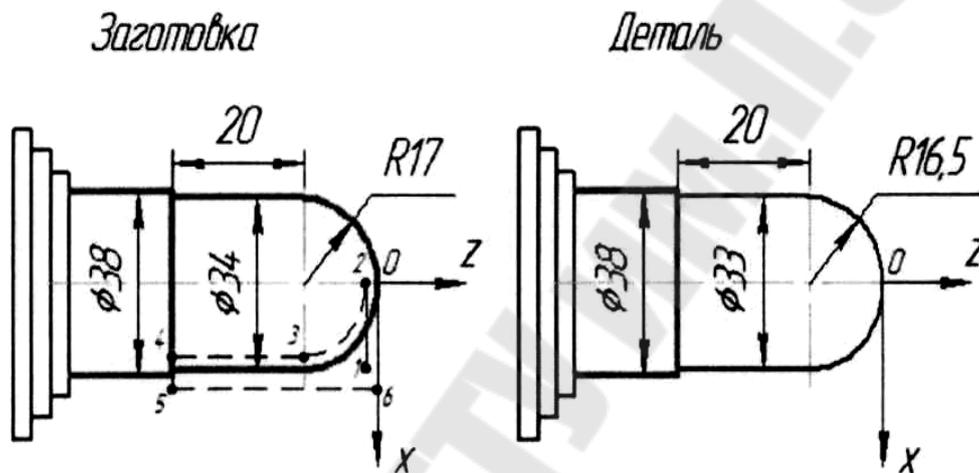

Рис. 4.6. Токарная обработка сферической поверхности
*Пример.* Рассмотрим пример написания управляющей программы (УП) SFERA для обработки сферической поверхности за один проход (рис. 4.6).